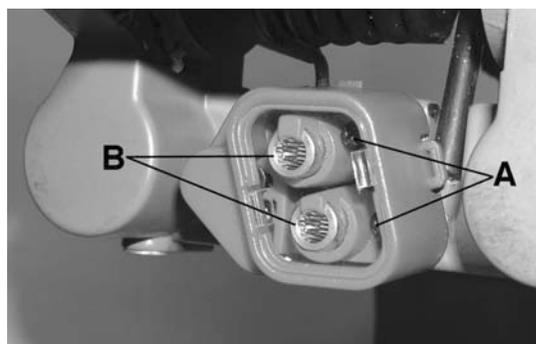

Figure 15
2. Deserrez les deux vis à tête bombée (A) Fig.15 qui se trouvent à côté des lasers.
4. Tournez chaque laser (B) jusqu'à ce que chaque rayon du guide à laser soit en parfaite alignement avec les deux côtés de la coupe. Une fois que l'ajustement est fait, tenez le laser et reserrez la vis à tête bombée (A). Répétez pour l'autre laser.